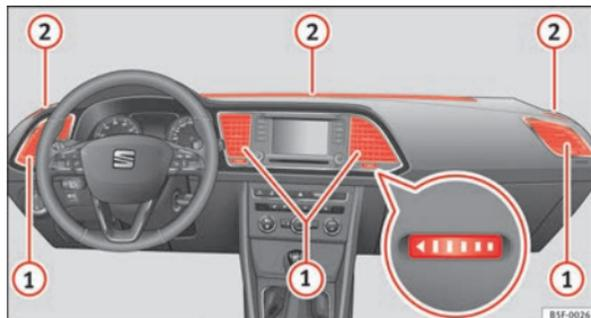

Fig. 116 Sur la planche de bord : diffuseurs d'air.
Pour garantir le chauffage, le refroidissement et la ventilation à l'intérieur de l'habitacle, les diffuseurs d'air ⇒ fig. 116 ① doivent rester ouverts.